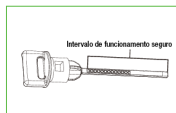

Fig. 3
- O nível de óleo deve ser mantido dentro da área marcada na vareta de medição, de preferência perto do ponto médio superior do intervalo indicado. (Fig. 3)